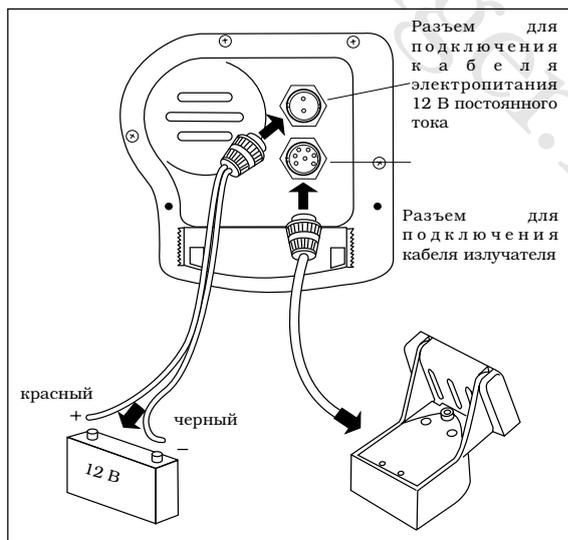

Рис.2-14
3. Очень важно соблюдать полярность, как это показано на рис.2-14. На аккумуляторе красная жила должна быть подключена к разъему "+", черная жила кабеля - к разъему "-". Отрицательный еще называют "земля". (экранированный блок эхолота имеет встроенную защиту на случай ошибочного подключения неверной полярности).